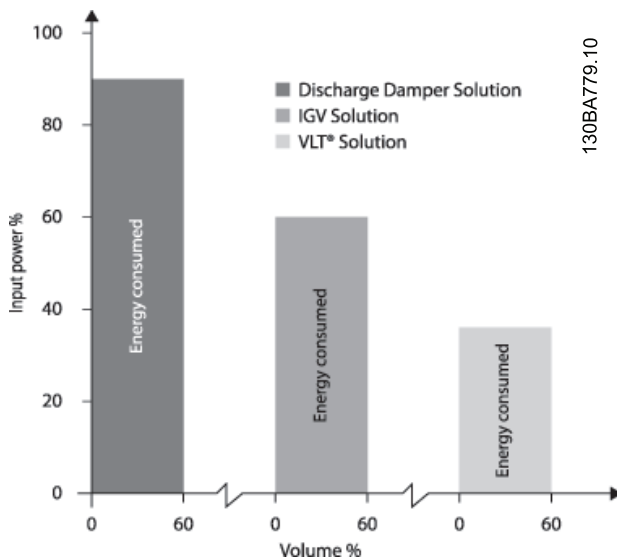

Ilustración 2.5 Ahorro energético
*Ilustración 2.5* ilustra el ahorro de energía típico que puede obtenerse con 3 productos conocidos cuando el volumen del ventilador se reduce, por ejemplo hasta un 60 %. Como muestra el gráfico, puede conseguirse en equipos convencionales más del 50 % del ahorro energético.